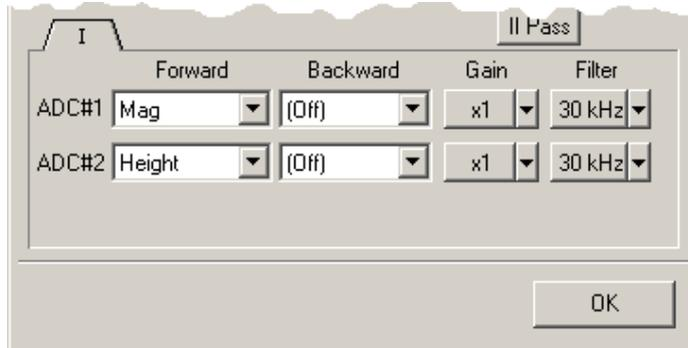

Рис. 10-35
- В диалоговом окне **Scan Settings** (вызывается кнопкой ) , в качестве отображаемых при сканировании на прямом проходе сигналов выберите **Height** и **Mag** (пропорционален локальной высоте потенциального барьера) (Рис. 10-35).